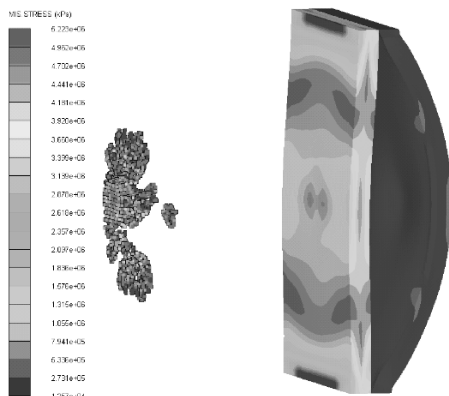

图 6-50 总体应力分布云图
(4) 采用同样的方法，在对应的对话框中的【Fill type】栏内选择【Material Location】，单击其后的 ，在弹出的【Material Plot Settings】对话框里的【Material visibility】中选择 AL2O3CERA、AL6065 - T6、STEEL - 4340，单击 ☒ 确定。之后在对话框中的【Fill type】栏内选择【Contour】，可得到子弹冲击作用下的带铝板内衬陶瓷装甲应力分布云图，如图 6-50 所示。